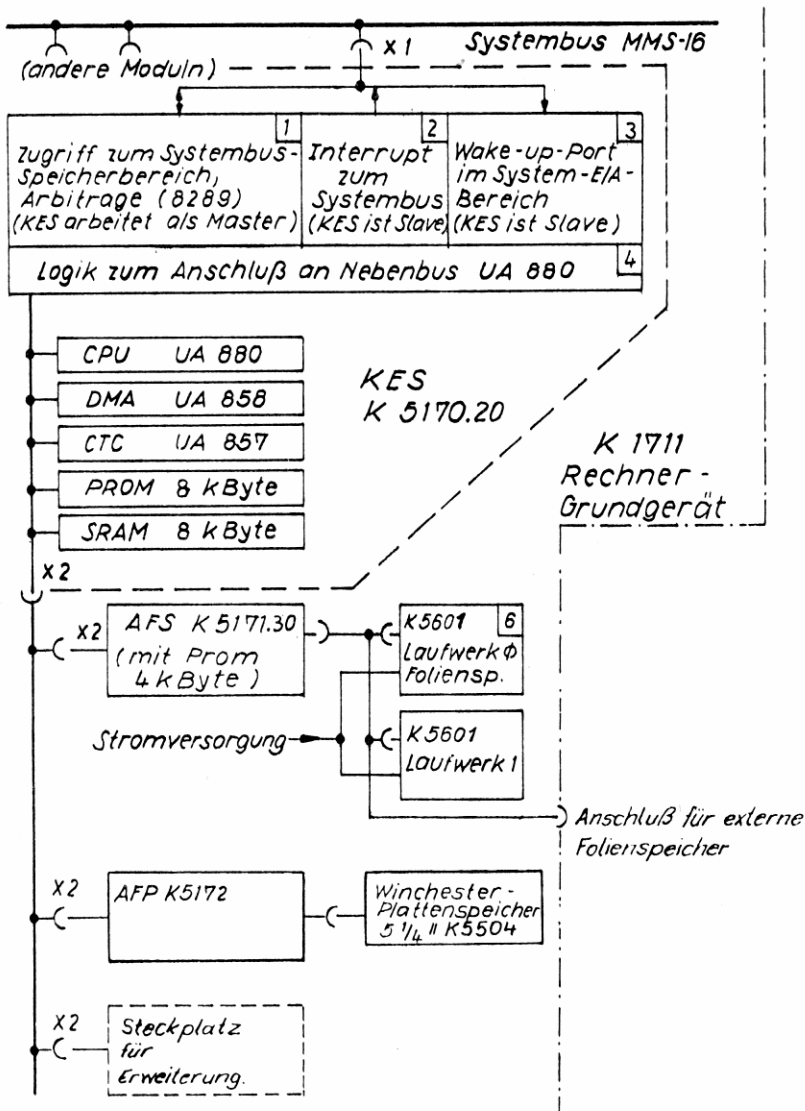

Bild 1.6. -2 : Externspeicher-Subsystem KES, AFS, AFP
1.6.4.1. Hardware des UA 880-Systems (siehe Bild 1.6.-2)